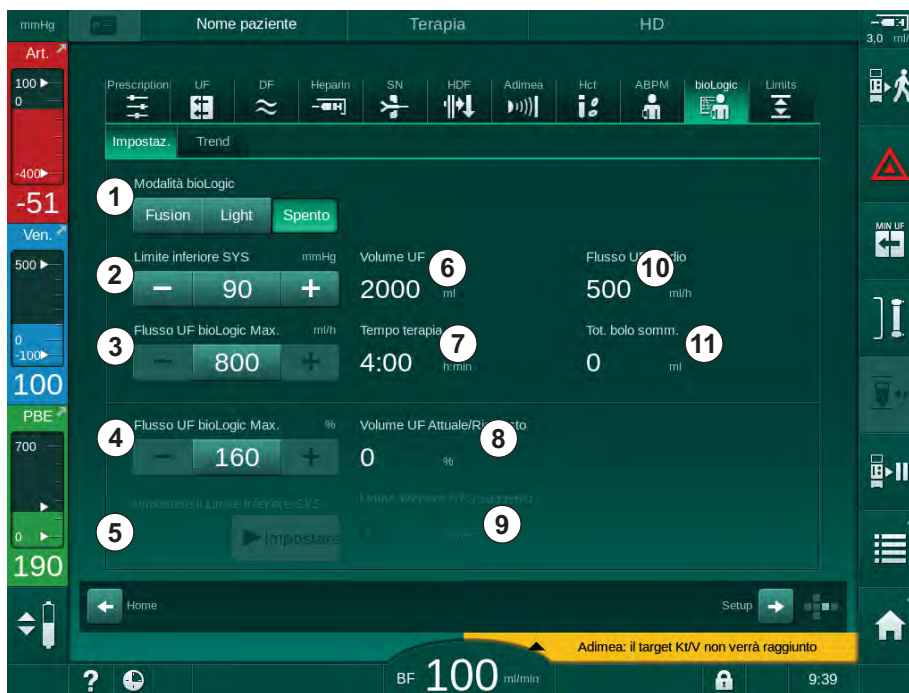

Fig. 11-20 Videata Impostazioni di bioLogic Fusion
Quando si attiva il limite SLL suggerito, il valore ⑨ in Fig. 11-20 viene accettato. Facoltativamente, è possibile impostare il limite inferiore sistolico sulla posizione ② .
1. Per attivare bioLogic Fusion o bioLogic Light, toccare il pulsante *Fusion* o *Light* nella casella *Modalità bioLogic* (in Fig. 11-20, ①).